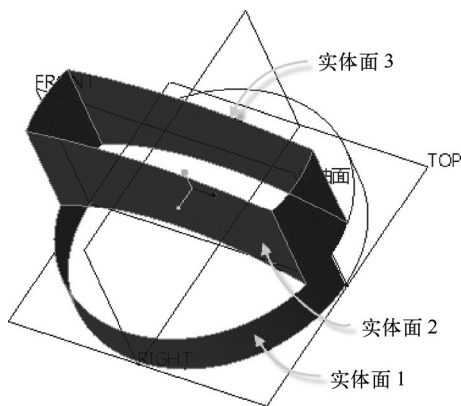

图 12-9 指定拔模曲面
- 2) 定义拔模曲面: 选择图 12-9 所示的实体面 1, 接着按住 **<Ctrl>** 键的同时选择实体面 2 和实体面 3。